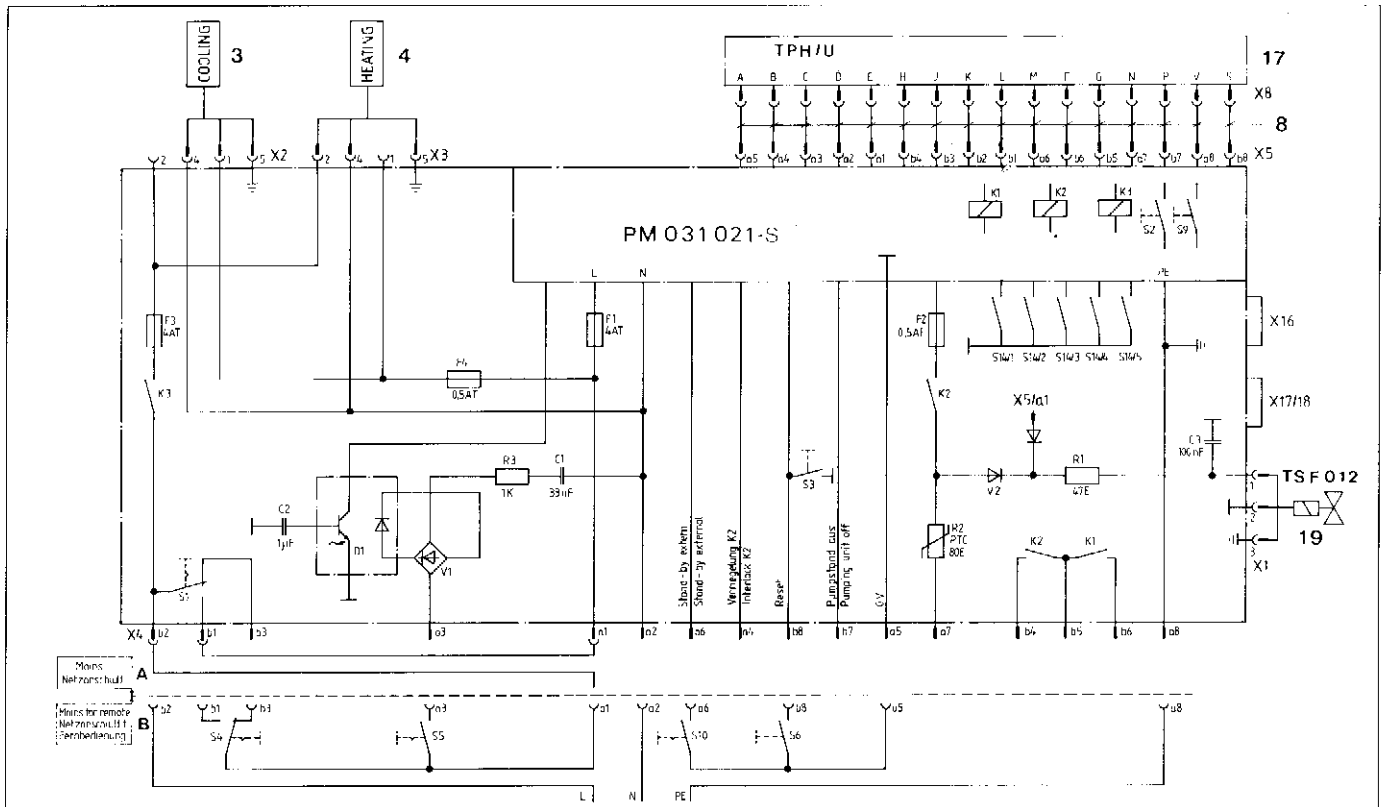

Fig. 7
Der Netzanschluß ist nach den örtlichen Bestimmungen auszuführen. Die Antriebselektronik TCP 380 ist für Netzspannungen von 100–240 V  $\pm$  10 %, 50–60 Hz ausgelegt. Der Netzanschluß erfolgt nach Schaltplan PM 021 949 -S, Fig. 7, an der 16-poligen Messerleiste X4.
The mains connection must be made according to local regulations. The Electronic Drive Unit TCP 380 has been designed for mains voltages from 100 – 240 V  $\pm$ 10 %, 50 – 60 Hz; connection to the mains is made according to wiring diagram PM 021 949 -S, Fig. 7, at the 16-poles multiple plug X4.
Les branchements sur le réseau secteur sont à reconduire selon les prescriptions locales. La commande électronique TCP 380 est prévue pour des tensions secteur de 100 à 240 V  $\pm$ 10 % 50 ou 60 Hz. Les branchements eux-mêmes sont accomplis comme indiqués par le schéma de connexions PM 021 949 -S (Fig. 7), par l'intermédiaire du connecteur X4 à 16 broches.
- Die Ventilatoren für TPH/TPU 330/510 sind für 110 V, 50/60 Hz ausgelegt. Der elektrische Anschluß erfolgt nach Fig. 7.
- The fans for the TPH/TPU 330/510 are designed for 110 V, 50/60 Hz. Electrical connection is made as shown in Fig. 7.
- Les ventilateurs pour les TPH/TPU 330/510 sont prévus pour une tension de 110 V 50/60 Hz. Branchement électrique: voir Fig. 7.